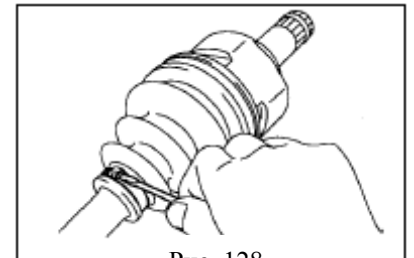

Рис. 128
16. Отсоедините малый зажим внутреннего ШРУСа с помощью отвертки(рис. 128)